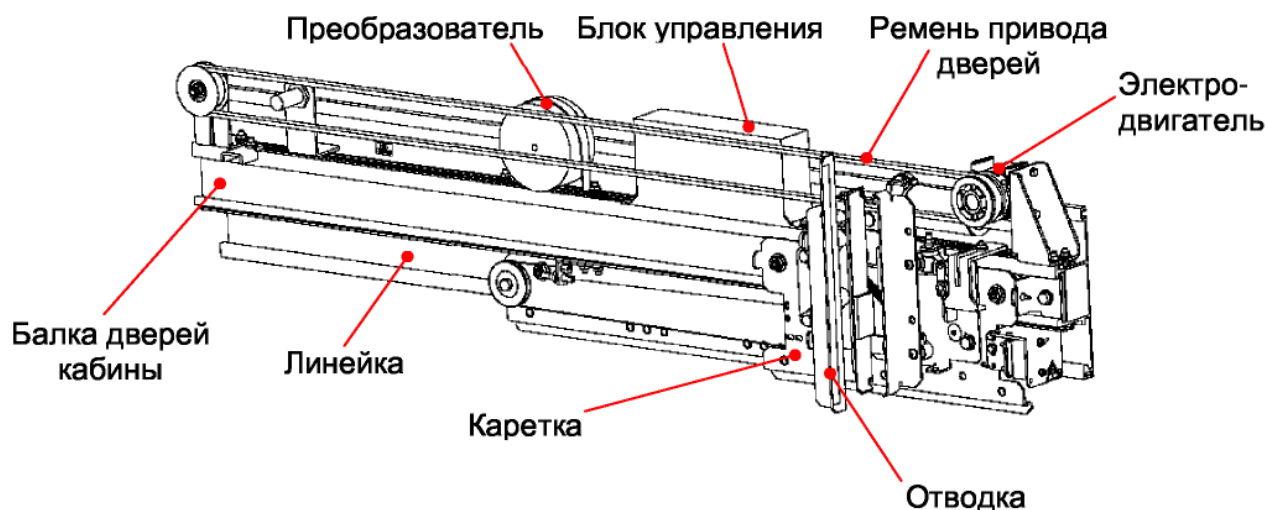
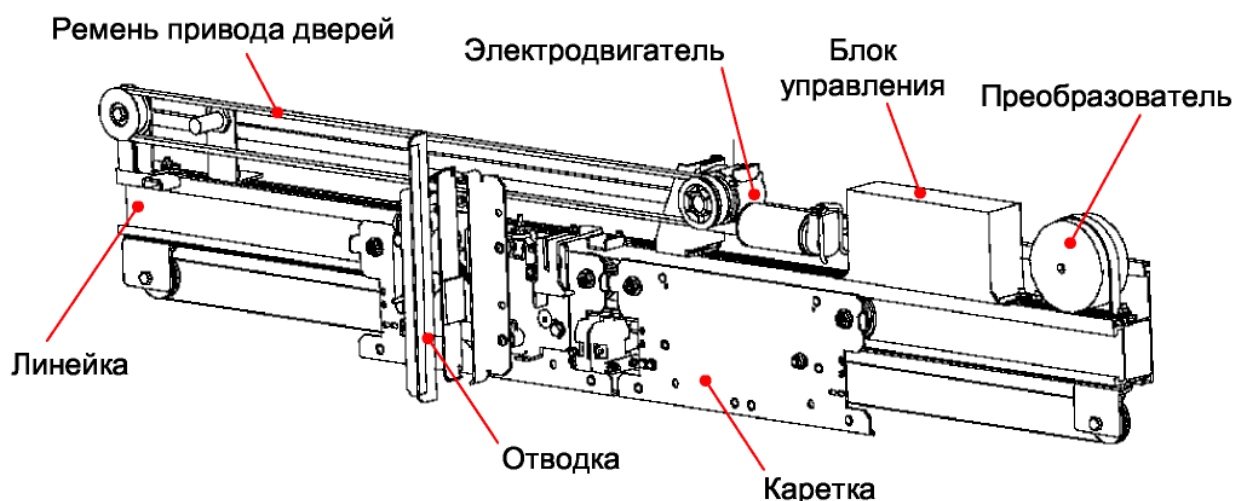

Рис. 4. Привод телескопических дверей кабины
Рис. 5. Привод дверей кабины центрального открывания
1.4.2.3. С фасадной стороны на кабине установлены двери. Двери могут быть телескопическими (двухскоростными) (*рис.4*) или центрального открывания (*рис.5*). Двери состоят из балки, кареток с навешанными на них створками, связанными между собой канатом, и электрического привода с частотным регулированием. Балка и порог дверей установлены на кабине. На балке имеются линейки, по которым на роликах передвигаются каретки со створками. В нижней части створки имеют башмаки, передвигающиеся в направляющей порога. Контроль за закрытием дверей осуществляется выключателем.